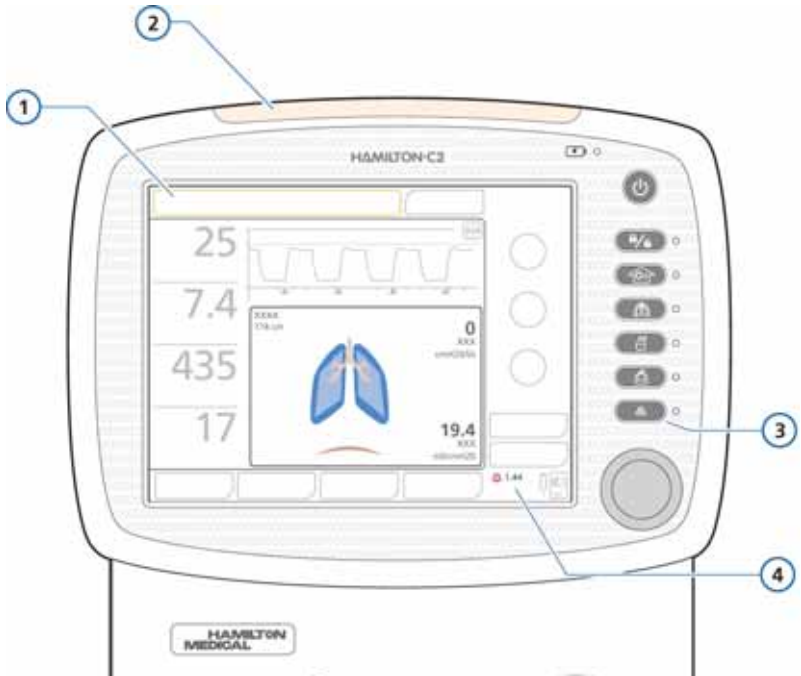
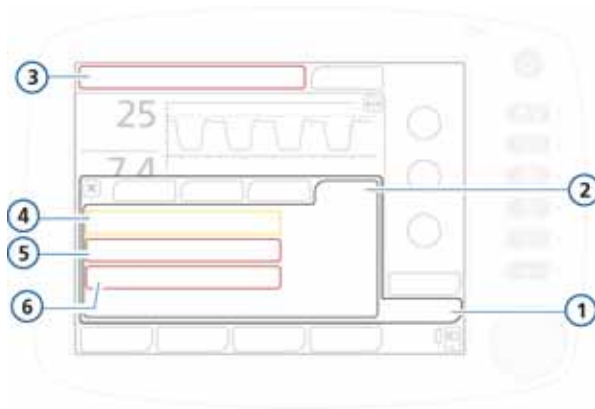

Figura 8-1. Indicatori di allarme visivo
Figura 8-4. Memoria degli allarmi con gli allarmi attivi
Nella Tabella 8-1 sono riportate le caratteristiche acustiche e visive di questi tipi di allarme e le operazioni da eseguire. La Figura 8-1 mostra gli indicatori di allarme visivo del ventilatore. È possibile visualizzare gli allarmi attivi nella memoria degli allarmi attivi (Figura 8-4). Le informazioni sull'allarme vengono memorizzate nel registro eventi (Sezione 8.4).
- Se ci sono allarmi attivi, la memoria degli allarmi mostrerà gli allarmi attivi più recenti (Figura 8-4). Sulla barra dei messaggi si alterneranno anche i messaggi di allarme associati. Gli allarmi attivi sono presentati dentro riquadri con angoli arrotondati.